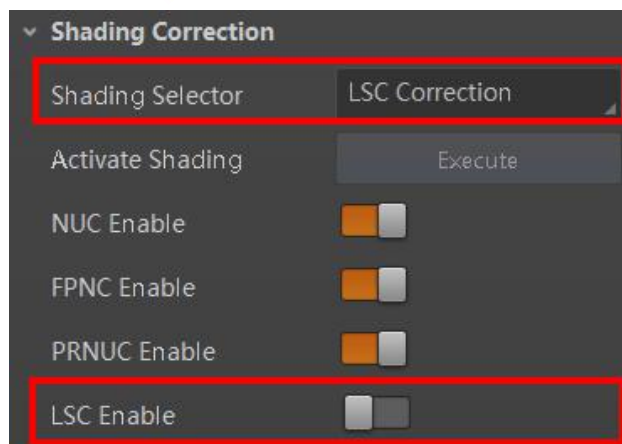

图7-52 LSC 校正
3. 勾选 *LSC Enable* 参数，使能校正功能，如图 7-52 所示。